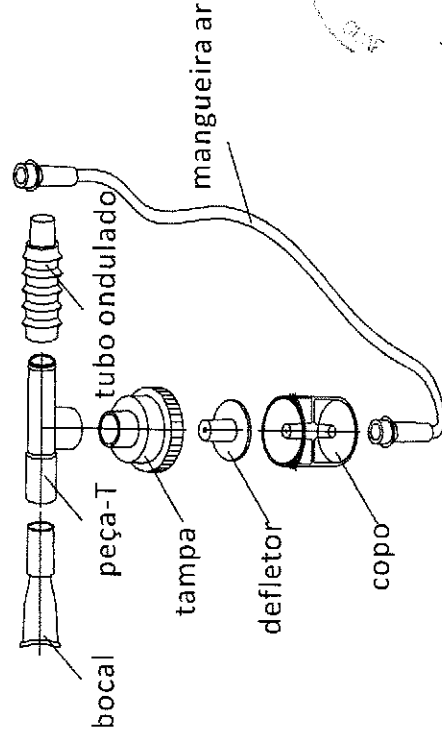

Figura 8: Componentes do nebulizador
- ❑ Após terminar a limpeza, você deve secar todos os componentes antes de guardá-los (a instalação do nebulizador está mostrada na Figura 8).
- Após a nebulização, remova o nebulizador do concentrador de oxigênio. Desligue o concentrador de oxigênio, desconecte a mangueira, remova a tampa, desmonte o nebulizador, conforme mostrado na Figura 8.